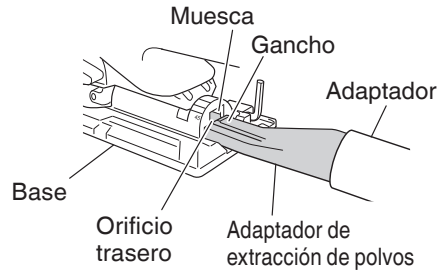

Fig. 20
- (5) Inserte el adaptador de extracción de polvos en el orificio trasero de la base hasta que el gancho encaje en la muesca. (Fig. 20)
- (6) Presione el gancho para desmontar el adaptador de extracción de polvos.